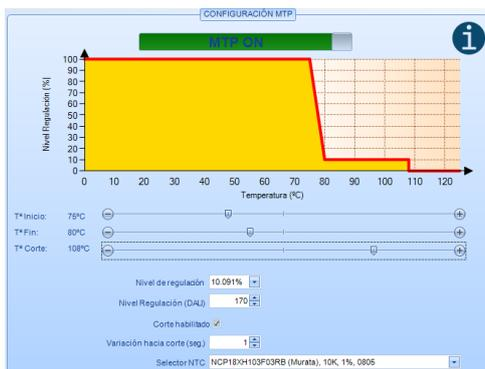

Fig. 9- MTP con temperatura de corte
- **Con temperatura de corte** (Fig. 9). El rearme se realizará cuando la temperatura baje 5°C por debajo de T_{inicio} .